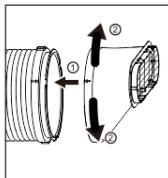

Fig.2
- 2) Procédez de la même manière pour raccorder la sortie du tuyau et le tuyau ; (Fig. 2)